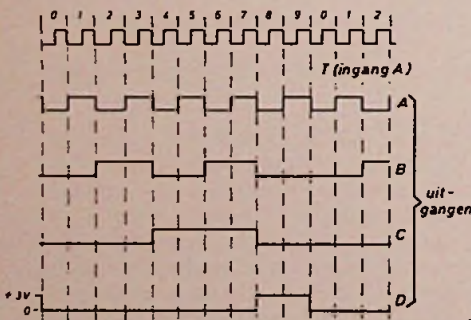

Fig. 2. Optredende golfvormen van de teller.
In fig. 2 zien we dat uitgang A bij elke 10 impulsen op ingang A, 5 keer negatief en 5 keer positief wordt. Dat wil zeggen: de kans dat uitgang A negatief is, bedraagt 50%. We gebruiken nu de negatieve impulsen om lampje 1 te laten oplichten. Dit gebeurt dus bij de impulsen 0, 2, 4, 6 en 8. Via D1 en R1, (fig.
1) worden de negatieve impulsen doorgegeven aan de basis van TS1. Deze transistor opent zich dus bij alle even impulsen. Verder zien we in fig. 2, dat uitgang A en B samen positief zijn bij 2 van de 10 tellerstanden, nl. stand 3 en stand 7. We verbinden deze uitgangen met een NAND, die alleen opengaat als beide impulsen positief zijn. Op zijn uitgang verschijnt dan een negatieve impuls die TS2 opent. Dit gebeurt dus bij 20% van alle impulsen. Er zijn nu nog 3 van de 10 impulsen over, nl. 1, 5 en 9, die we benutten voor lampje 3. We zien, dat bij deze impulsen uitgang A positief en uitgang B negatief is. Eerst wordt de impuls van uitgang B naar een poortschakeling gevoerd, waar hij wordt omgekeerd en dan gaat hij samen met de positieve impuls uit A naar de laatste poortschakeling. De uitgang hiervan wordt dan negatief en opent TS5. Dit gebeurt dus bij 30% van alle impulsen.